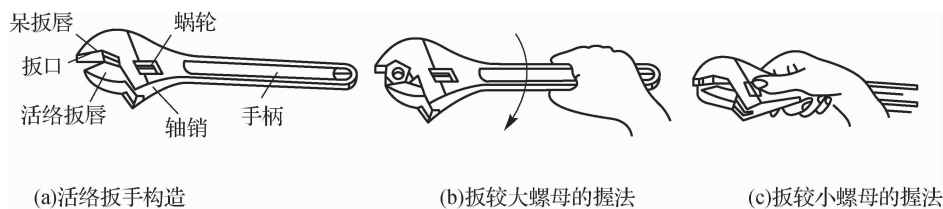

图 3-10 活络扳手结构及握法
活络扳手又称活络扳头、活扳,是用来紧固和松动螺母的一种专用工具。活络扳手的结构如图 3-10(a)所示,旋动蜗轮可调节扳口的大小。规格以“长度×最大开口宽度”(单位为 mm)来表示,电工常用的活络扳手有 150×19(6 in)、200×24(8 in)、250×30(10 in)和 300×36(12 in)等四种。扳较大螺母及较小螺母的握法分别如图 3-10(b)和图 3-10(c)所示。
- (1)扳动较小螺母时,需用力矩不大,但螺母过小,易打滑,因此操作手应握在接近扳手柄尾部的地方,以便随时调节蜗轮,收紧活络唇,防止打滑,见图 3-10(c)所示。
- (2)扳动大螺母时,需用较大力矩,手应握在接近扳手柄尾处。
- (3)活络扳手不可反方向用力,以免损坏活络扳唇,也不可用套接钢管接长手柄的方法